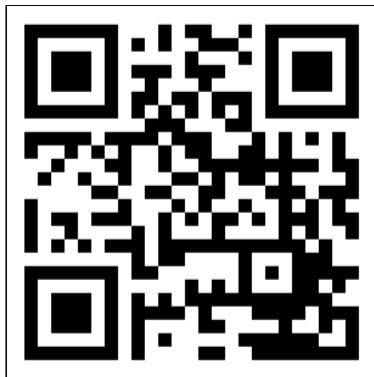

Abbildung 66.
1. Öffnen Sie das Eurom Smart App-Handbuch mit dem QR-Code (Abbildung 66) oder gehen Sie zu www.eurom.nl/nl/manuals.